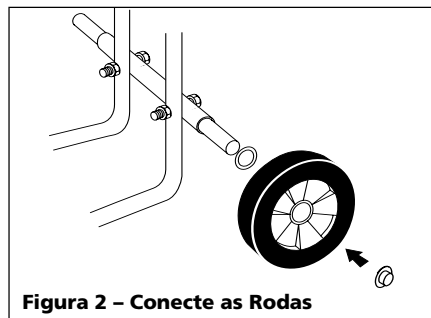

Figura 2 - Conecte as Rodas
3. Coloque uma arruela de 15,9 mm (5/8") de diâmetro interno e uma roda em cada extremidade do eixo. Usando um martelo, coloque uma porca em cada extremidade do eixo para sustentar as rodas (Veja a Figura 2).